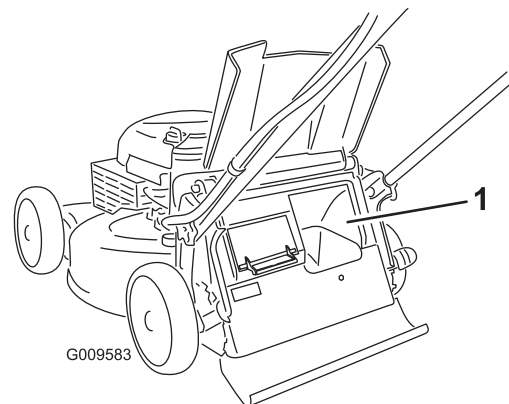

**Bild 19**
- Zum Sammeln des Schnittguts und Laubs drücken Sie die Taste am Hebel für den zuschaltbaren Fangkorb und bewegen den Hebel nach vorne, bis die Taste am Hebel herauspringt (Bild 19).